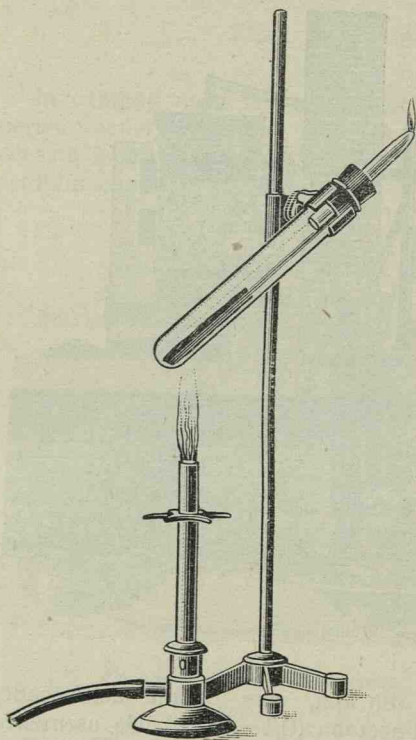

Fig. 230. Distilarea uscată a lemnelor.
**Experiență.** Putem face în mic distilarea uscată a lemnului, încălzind în eprubetă, fig. 230, câteva aschii uscate, sau mai bine puțină răzătură